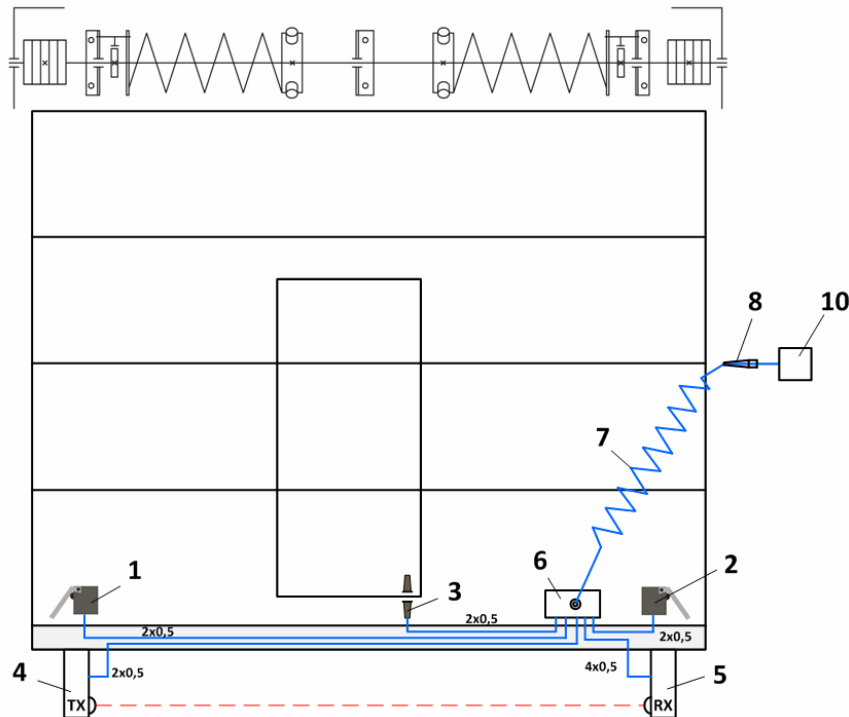
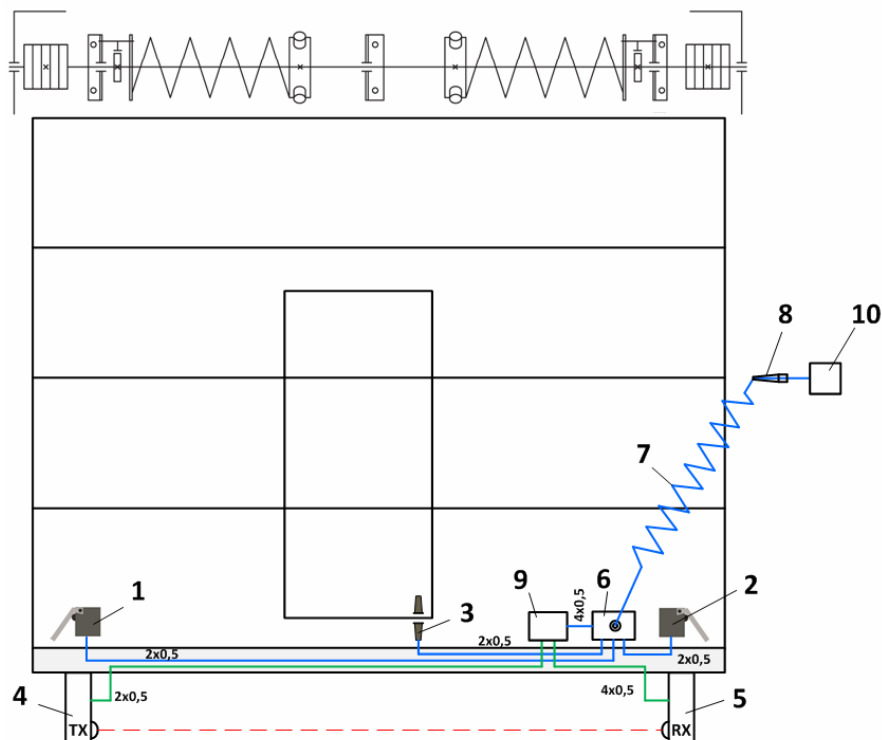

Abb. 2 – Tortypenschema mit NO TOUCH 1 und Sicherheitssensoren
Abb. 3 – Tortypenschema mit NO TOUCH 1 und Sicherheitssensoren beim Verwenden von SA02PLUS
Auf der Abbildung 2 ist das Typenschema eines Tors mit dem NO-TOUCH-1-System und den an dem Torblatt montierten Torbewegungssensoren (Schlupftür-Sensor, Schlafseilschalter) vorgestellt, sowie der Schaltplan von NO TOUCH 1 und den Sensoren zur Steuereinheit. Abbildung 3 beinhaltet auch das elektronische Modul SA02PLUS.
- Prüfen Sie, wo sich die Steuereinheit befindet (links oder rechts). Die Dose, das Spiralkabel und der Empfänger (RX) von NO TOUCH 1 werden an der Seite des Torblatts montiert, wo sich die Antriebssteuerung befindet.
- Bestimmen Sie die genaue Stelle an dem Torblatt, wo jedes Bauteil montiert wird (Abb. 2 oder 3). Verlegen Sie bis zu dieser Stelle elektrische Kabel. Benutzen Sie zum Verlegen Vertiefungen in den Torbauteilen (z.B., in der Flachschwelle). Beim Verlegen der Kabel darf es keine scharfen Kanten, Wölbungen (Bruchstellen) der Kabel geben. Die Kabel sind mit z.B. Kabelbindern oder Kabeleinleitungen zu befestigen.